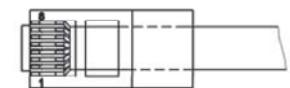

Рис.2 Обжимка вилки RJ45 на кабель кат.5е
2. Подключить патч-корд от IP-камер к устройствам защиты УЗЛ-ЕП («Линия») кабелями UTP кат.5е (в комплект поставки не входят; обжимка кабелей производится по стандарту TIA/EIA 568B (рис.2)).
Температура отключения питания аппаратуры устанавливается переключателем «Откл. аппараторы» температура включения обогрева устанавливается переключателем «Вкл. обогрева», температура включения вентилятора устанавливается переключателем «Вкл. вентилятора» (рис.2). Производителем выставлены следующие значения: